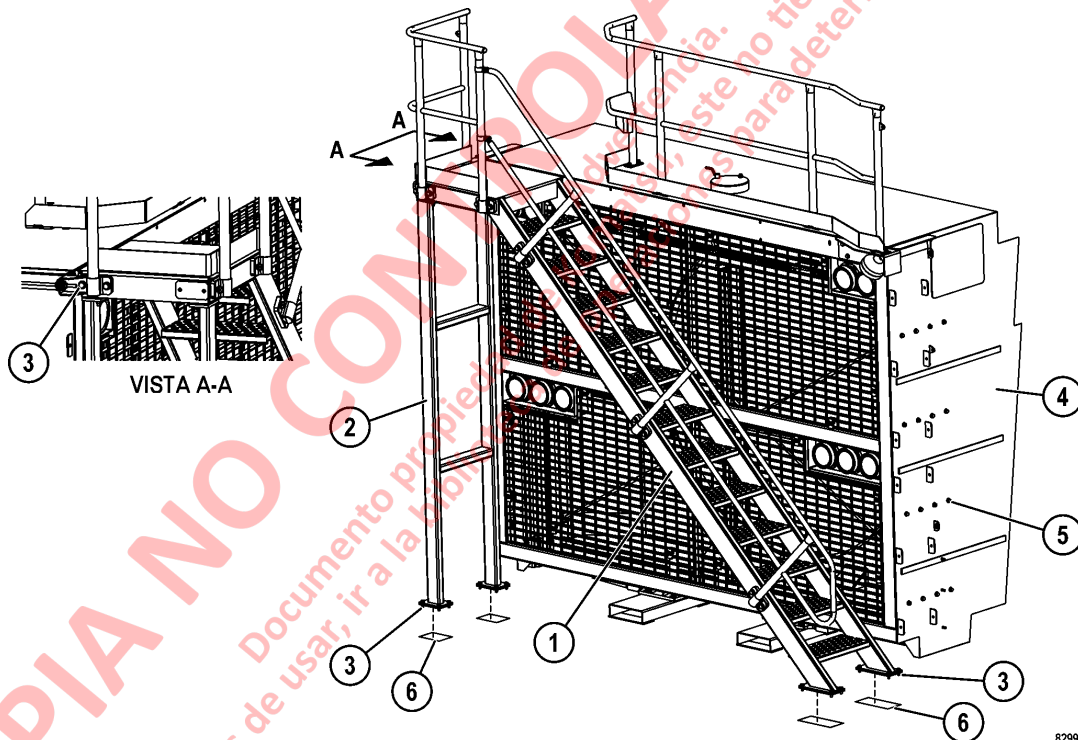

FIGURA 2-1. DESMONTAJE DE ESCALERA DIAGONAL, PARRILLA Y CUBIERTA
1. Conecte un dispositivo de elevación adecuado a la escalera diagonal. El peso total entre la escalera diagonal (1, Figura 2-1), el soporte (2) y el pasamanos, es de aproximadamente 300 kg (660 lb).
2. Retire el equipo de montaje de la escalera (3).
3. Levante la estructura del camión. Recoja las laines (6).
5. Conecte un dispositivo de elevación apropiado a la cubierta y al conjunto de parrilla (4). El peso de la parrilla y del conjunto de la cubierta, es aproximadamente de 500 kg. (1.100 lb.)
6. Retire todo el equipo de montaje de la cubierta (5) en sus dos lados.
1. Use un dispositivo de elevación apropiado para levantar el conjunto de la cubierta y la parrilla (4, Figura 2-1) del camión.
2. Alinee los agujeros del equipo de montaje con los soportes colocados en el conjunto del radiador. Instale el equipo de montaje de la cubierta (5). Apriete los pernos al torque estándar.
4. Use un dispositivo de elevación adecuado para levantar la escalera diagonal (1) y el soporte (2), para ponerlos sobre los atenuadores de montaje, ubicados en la protección delantera. Alinee los agujeros e instale las laines (6) según sea necesario para nivelar la estructura.
5. Instale el equipo de montaje de la escalera (3). Apriete los pernos al torque estándar.